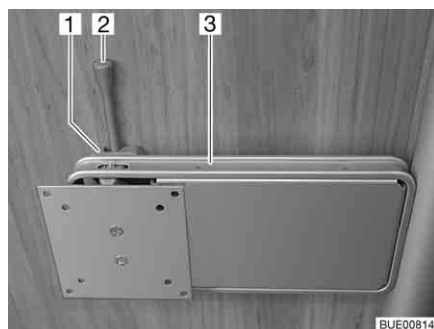

Fig. 49 Support sur colonne
*Positionner :* ■ Pousser le levier de déverrouillage (Fig. 49,2) sur le côté et pivoter le support (Fig. 49,3) et l'écran plat pour les amener en position souhaitée.
- Pivoter l'écran plat en sens inverse, jusqu'à ce que le support (Fig. 49,3) s'enclenche dans le verrouillage (Fig. 49,1).